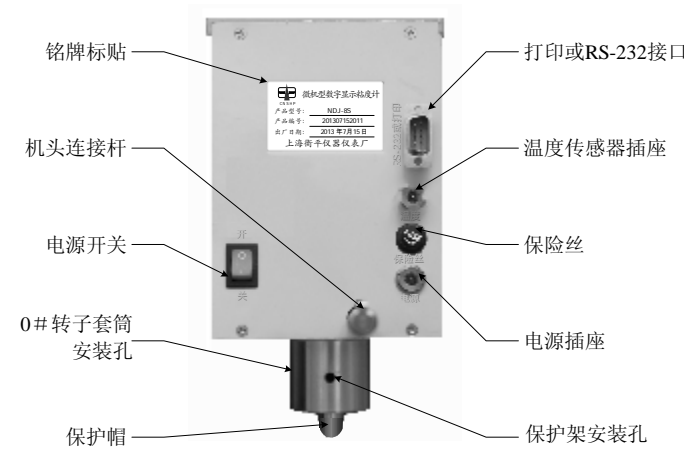

图 3
5、旋松取下粘度计机头下方的银白色保护帽（见图 3 所示）。